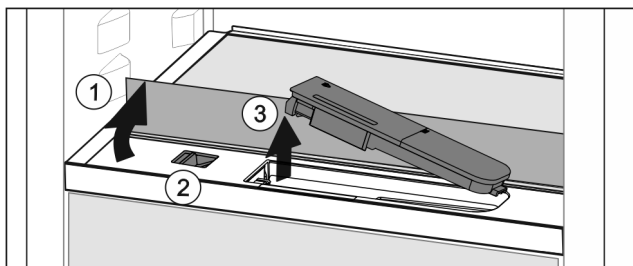

Fig. 127
- Podnieść płytę szklaną i złożyć ją z powrotem, aż do oporu Fig. 127 (1).
- Przesunąć suwak Fig. 127 (2) w lewo.
- Wyjmowanie zbiornika wody Fig. 127 (3).